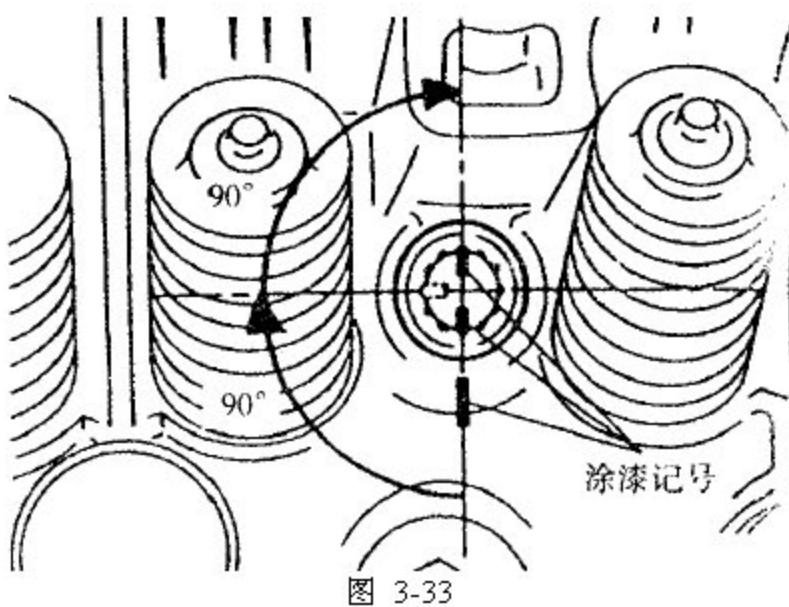

图 3-33
g). 在气缸盖螺栓头和气缸盖上涂油漆记号（见图 3-33 所示）